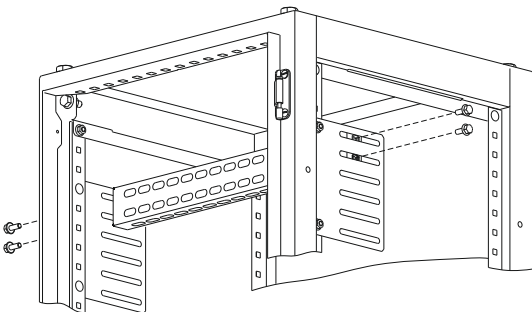

Рисунок 9
7.3.1 Установите лонжерон между двумя предварительно смонтированными пластинами установочными и закрепите болтами М6×16 (рисунок 9). Момент затяжки 5 Н·м.